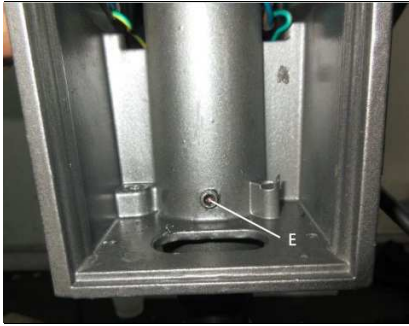
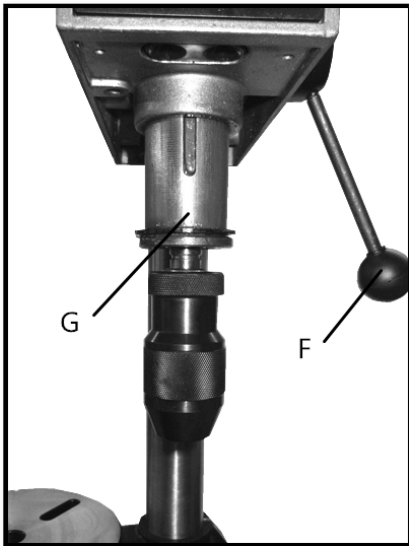

Fig 14
Fig 15
- (iv) Desserrer la vis de blocage (E, Fig 14) jusqu'à ce qu'elle sorte de la clavette de la broche (G, Fig 15).
- (v) Descendre la broche en faisant pivoter la poignée (F, Fig 15) jusqu'à ce que la broche (G, Fig 15) soit dégagée du pignon. Continuer ensuite à pivoter la poignée vers le bas pour augmenter la force de rappel, et vers le haut pour la diminuer.
- (vi) Maintenir la poignée (F, Fig 15) une fois le réglage de la force de rappel effectué, puis remettre la broche (G, Fig 15) en position, et effectuer inversement les étapes de (iv) à (i) pour revenir aux réglages d'origine. Le parallélisme de la broche et de la poulie moteur doit être inférieur à 1mm.